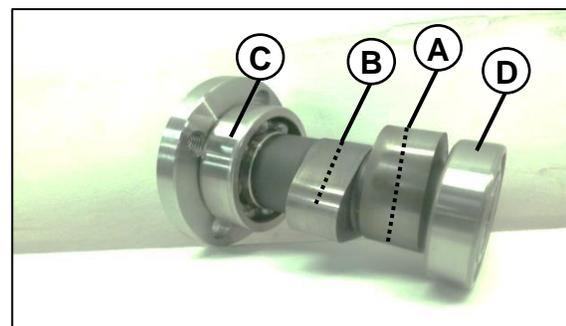

Fig. 17
Al remover el árbol de levas verificaremos el límite de servicio de los lóbulos de las levas admisión (A) y escape (B) e inspeccionamos el estado de los rodamientos 6203 / P6 (C) y 6003Z (D). **Fig. 17**